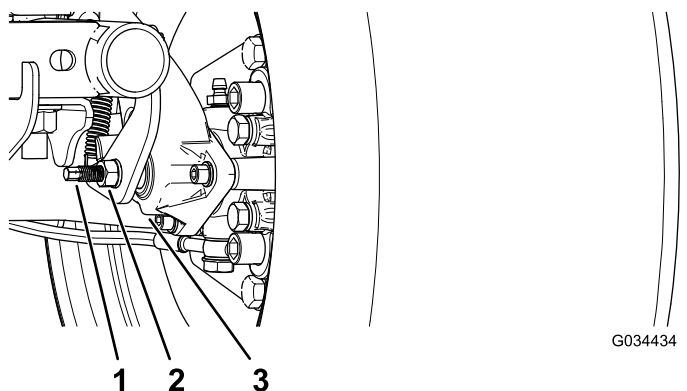

图 61
3. 使用 2 个扳手用 1 个扳手控制住制动盘上的调节杆用另一个扳手将锁紧螺母拧松 ¼ 圈 图 61。
4. 在将调节杆和锁紧螺母固定在位的同时旋入调节杆直至旋紧 图 61。
5. 在将调节杆和锁紧螺母固定在位的同时向回倒旋 ¼ 圈 图 61。
6. 在将调节杆和锁紧螺母固定在位的同时拧紧锁紧螺母 图 61。